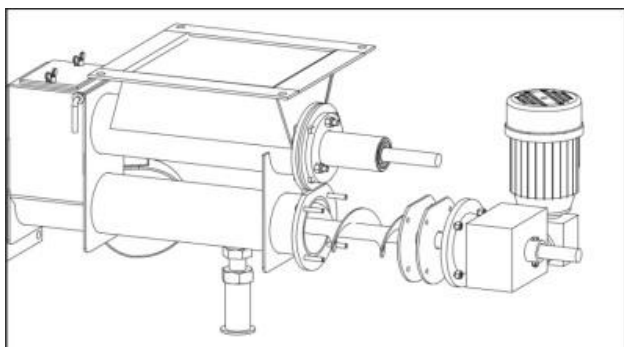

Fig 12. Scoaterea axului inferior
- Deșurubați cele patru șuruburi de pe flanșă (vezi Fig 12).